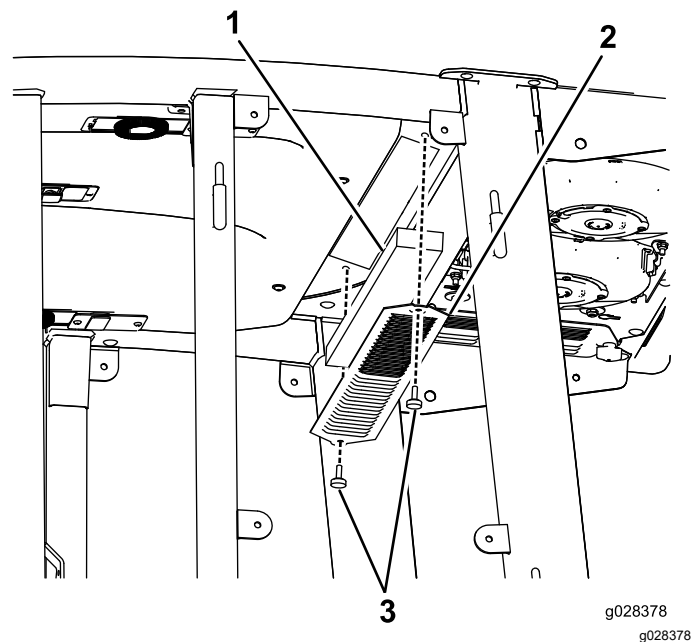

Bild 138
3. Nehmen Sie die 22 Schrauben ab, mit denen das Dach befestigt ist, um das Kabinendach von der Kabine abzunehmen (Bild 138).
4. Entfernen Sie die Luftfilter (Bild 138).
5. Entfernen und reinigen Sie die Klimaanlageenschlangen (Bild 138).